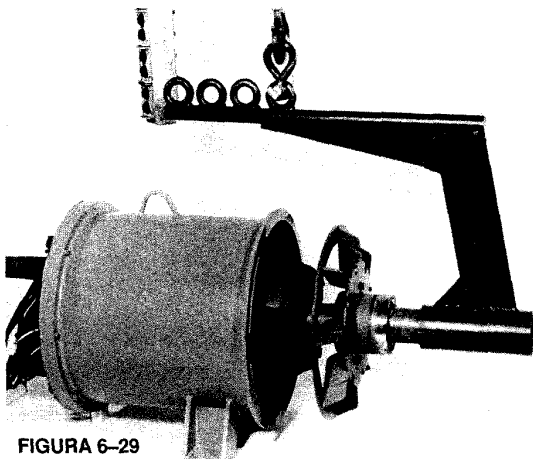

FIGURA 6-29
6. Usando un accesorio para levantar el rotor y un malacate apropiado, extraiga cuidadosamente el ensamble del rotor del estator principal y el ensamble del bastidor a través del extremo del impulsor. (Figura 6-29)